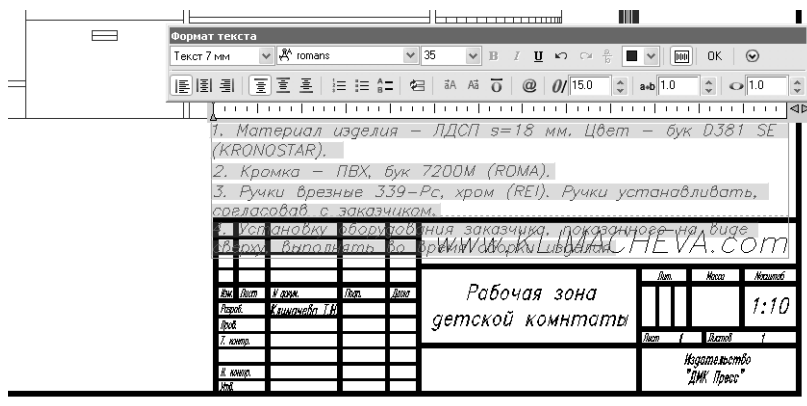

Рис. 10.33 ▼ При редактировании многострочного текста можно изменить размер шрифта, не меняя стиль
6. Поскольку был выбран стиль с крупным шрифтом, введенный вами текст не поместится в области, которая находится между чертежом и основной надписью. Давайте исправим ситуацию. Раскройте список размеров шрифтов и выберите из него размер 35 мм. Вид чертежа улучшится, но все же останется далеким от идеального (рис. 10.33).